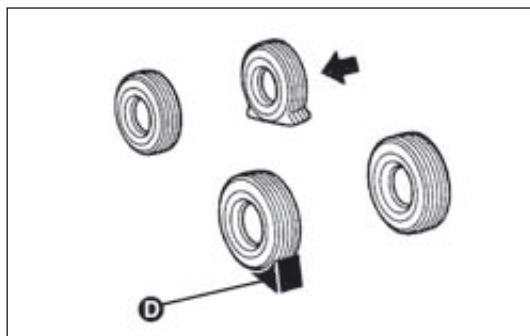

fig. 134b
- ☐ plaats de wig D achter het wiel dat zich diagonaal ten opzichte van het te verwisselen wiel bevindt fig. 134b. Hierdoor worden bewegingen van de auto voorkomen als deze wordt opgekrikt;